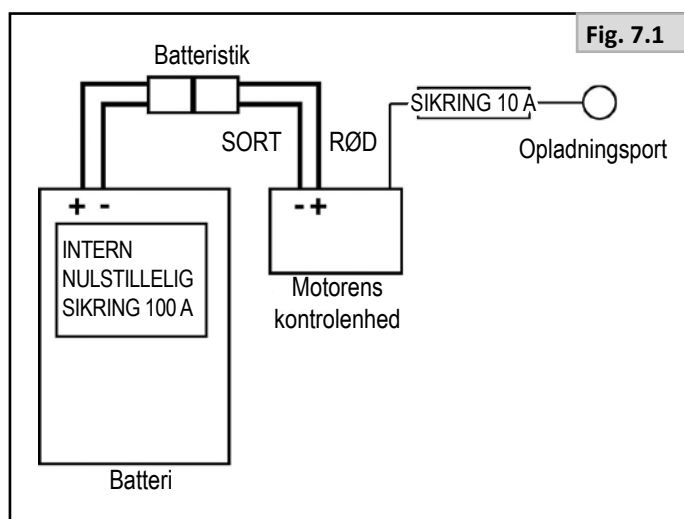

Fig. 7.1
I tilfælde af en kortslutning er der indbygget flere sikkerhedssystemer i din el-scooter for at beskytte de elektriske kredsløb (fig. 7.1).
- Sæt det runde udgangsstik fra batteriopladeren i opladerstikket (se Fig. 7.1).